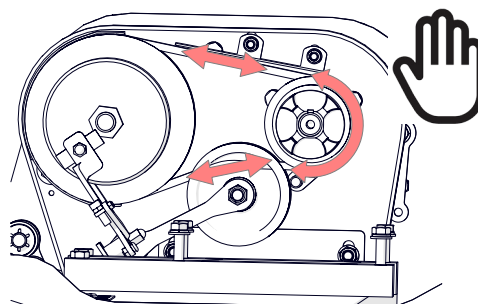

Fig. 15H - Verificare la tensione corretta muovendo la puleggia a mano.
10. Inserire la leva di comando. Verificare che quando l'albero di uscita viene ruotato (a mano) la cinghia si muova e faccia ruotare la puleggia dell'albero motore (Fig. 15H). Regolare la tensione del cavo e del braccio